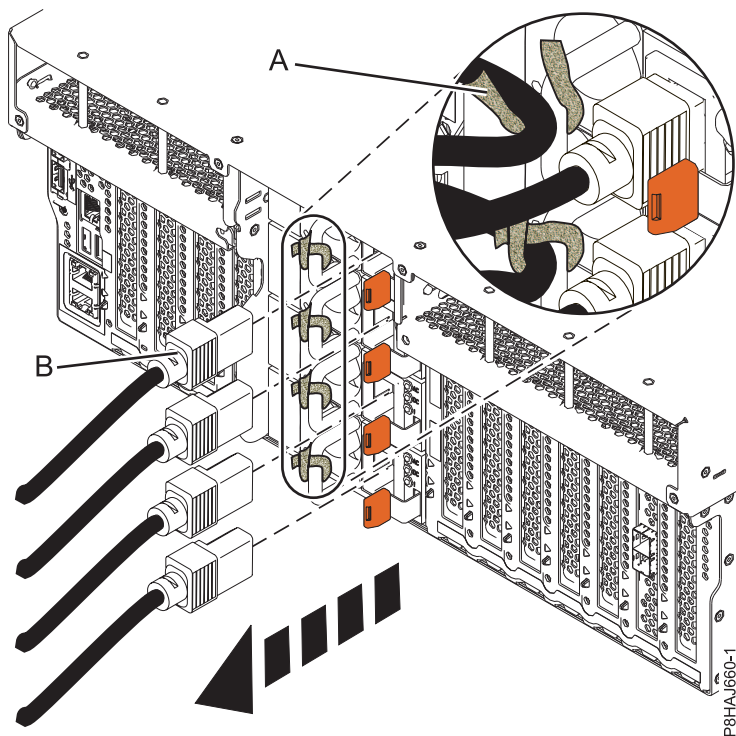
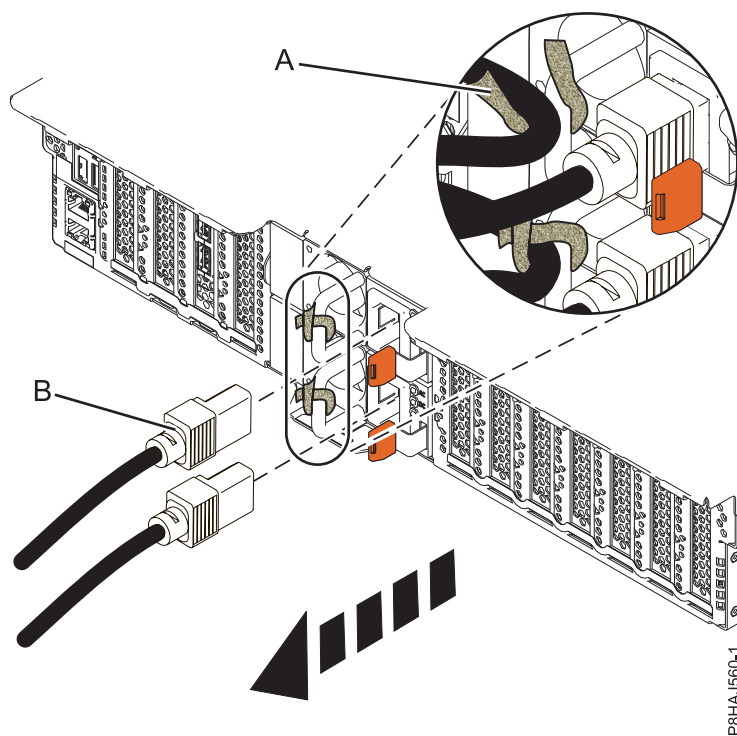
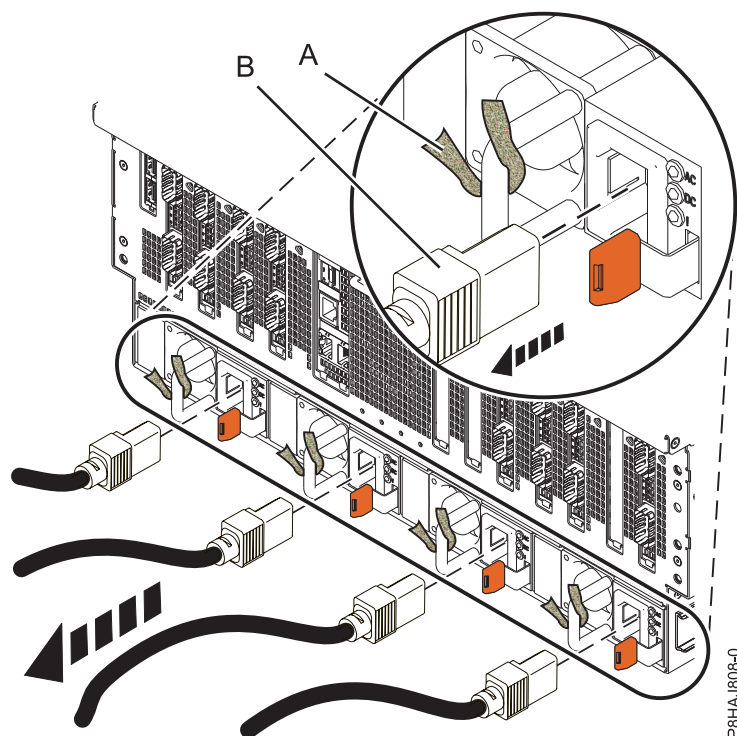

Figura 18. Remover os cabos de alimentação de um sistema 8247-42L, 8286-41A ou 8286-42A
Figura 19. Remover os cabos de alimentação de um sistema 5148-21L, 5148-22L, 8247-21L, 8247-22L, 8284-21A ou 8284-22A
Figura 20. Remover os cabos de alimentação de um sistema 8408-44E ou 8408-E8E
3. Desligue os cabos de alimentação **(B)** da unidade de sistema. Consulte Figura 18 na página 40, Figura 19 na página 41 ou Figura 20 na página 41, ou dependendo do tipo de sistema.